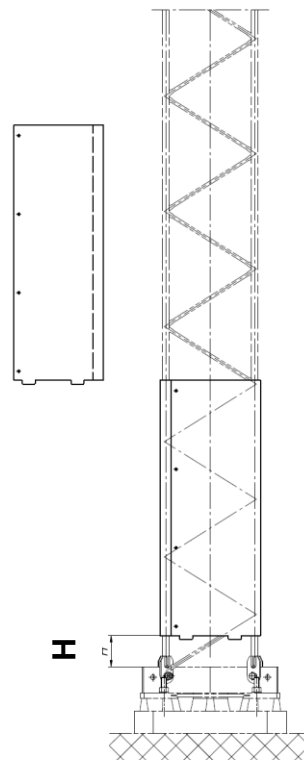

Bild 2 (340,450)
1. Plåtarna placeras runt sektionen med tappnen nedåt, stående på fotplattorna. (Se bild 1). På sektion 340 och 450 monteras plåtarna på H=120 mm resp. H=115 mm över fotplattan. (Se bild 2).